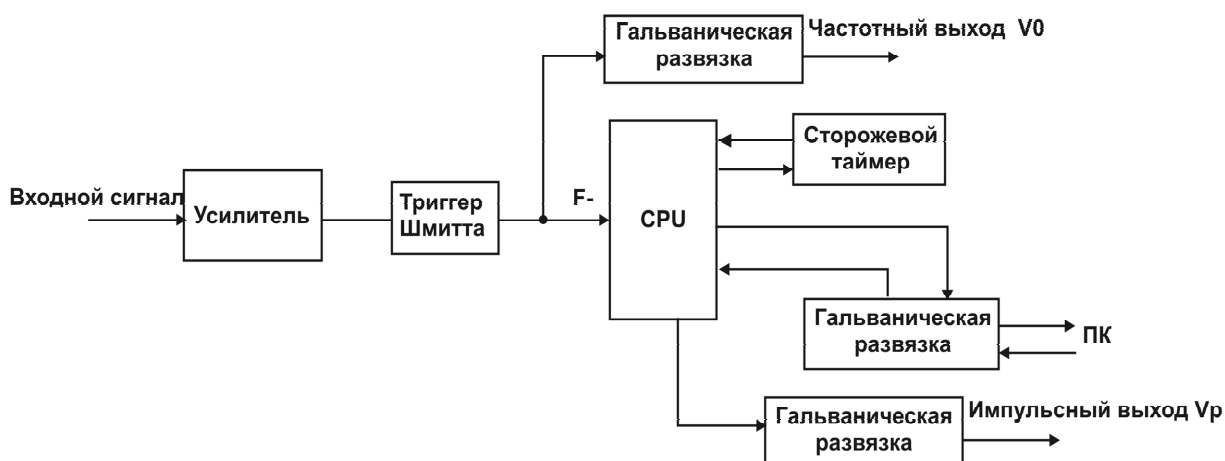

Рисунок 3.1
3.2 Структурная схема преобразователя приведена на рис.3.1.